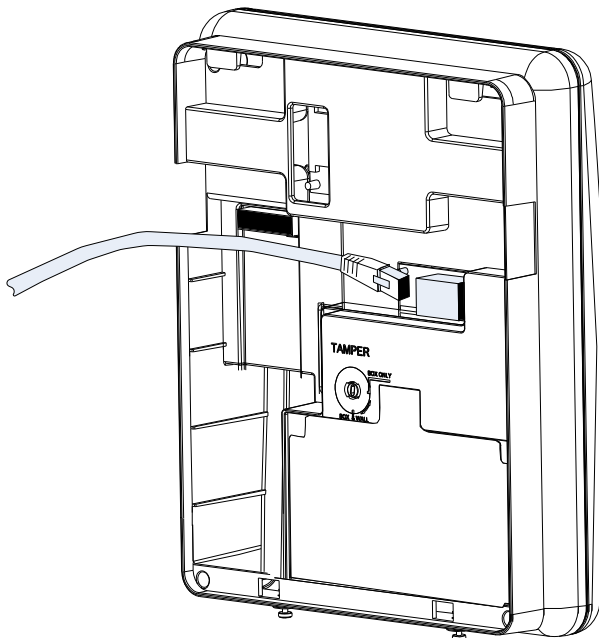

Figure 8 : Connexion d'un câble réseau à l'Agility
4. Connectez le câble réseau d'entrée au connecteur (voir Figure 8).